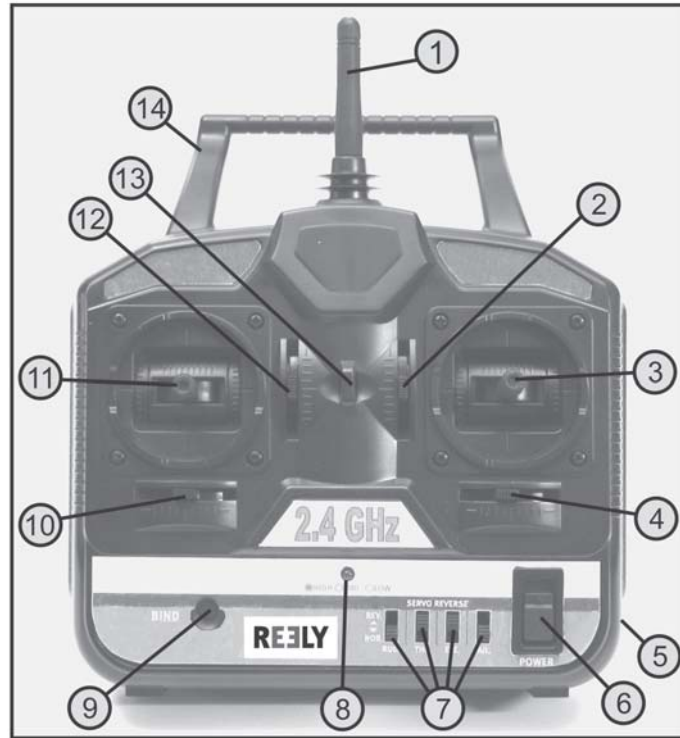

Figure 1
Maintenez la touche Binding (3) de l'émetteur enfoncée puis allumez l'émetteur en actionnant l'interrupteur de fonctionnement (voir fig. 1, pos. 6) puis maintenez encore la touche enfoncée pendant 3 à 5 secondes.
When new batteries or freshly charged rechargeable batteries have been inserted, switch on the transmitter with the function switch (see figure 1, item 6) for test purposes. The green LED display (see figure 1, item 8) indicates the power supply of the transmitter.